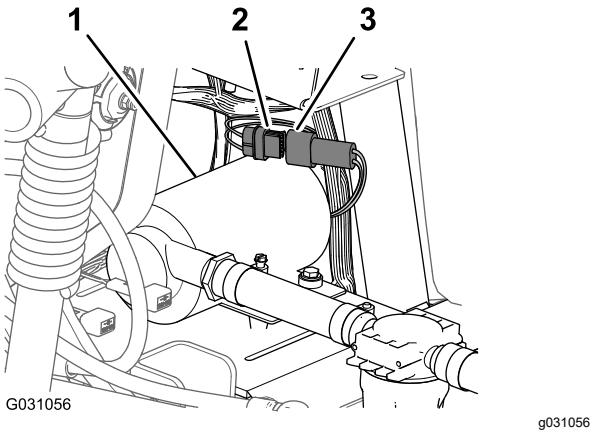

Figure 181
1. Branchez le connecteur à 6 broches du faisceau de la pompe de rinçage au connecteur à 6 douilles du faisceau principal arrière (Figure 181).